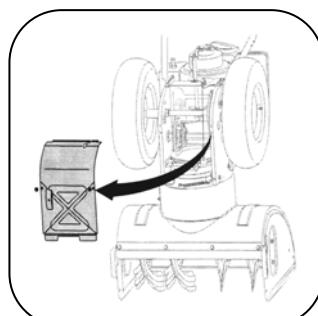

Рис.12
- Осторожно поверните снегоочиститель вверх и вперед, чтобы он опирался на корпус шнека. Снимите крышку рамы с нижней стороны снегоуборщика, удалив четыре самореза, которые крепят ее. См. рис. 12.